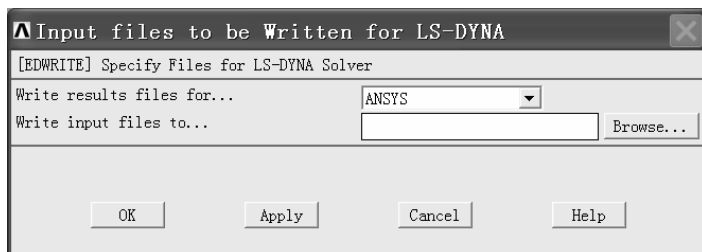

图 3-192 “Input files to be Written for LS-DYNA” 窗口
(1) 依次选择 Main Menu>Preprocessor>Solution>Write Jobname.k，弹出“Input files to be Written for LS-DYNA”窗口（见图 3-192）。